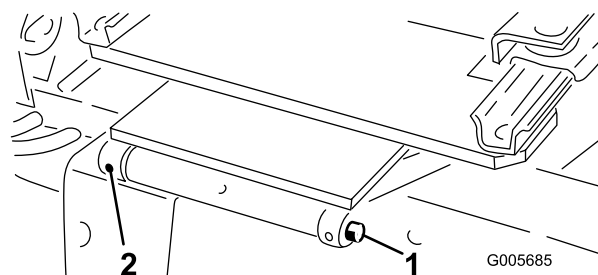

Figura 9
- 3. Monte o banco e o suporte do banco no suporte articulado do banco com o eixo articulado e o pino de segurança (Figura 9).
- Monte o banco e o suporte do banco no suporte articulado do banco com o eixo articulado e o pino de segurança (Figura 9).